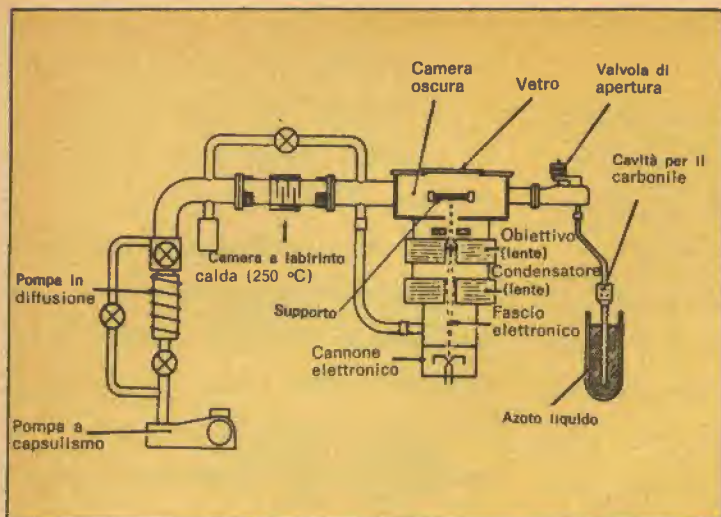

Fig. 5 - Apparecchiatura a fascio elettronico studiata dai tecnici del Royal Radar Establishment per ottenere la deposizione da vapori di carbonile.
nicelcarbonile per ottenere collegamenti di nichel ed il cromocarbonile per ottenere collegamenti di cromo. Nella *fig. 5* è presentata un'apparecchiatura sperimentale destinata allo scopo. In questo caso il calore presente nel fascio è usato per ottenere la scomposizione del vapore di carbonile alla superficie dello strato che fa da supporto. Per depositare i collegamenti, secondo il disegno del circuito, si può usare la deflessione magnetica. Attualmente questi collegamenti sono dell'ordine di  $5 \mu$  di larghezza, ma controllando la potenza ed aumentando la focalizzazione del fascio dovrebbero essere possibili collegamenti molto più sottili. Sfortunatamente il vapore di carbonile è assai velenoso e per di più è incolore ed inodoro, di modo che per rendere sicuro l'uso dell'apparecchio si devono inserire tra la pompa di diffusione e la camera di
Effettuate quindi i collegamenti dell'attacco per la batteria e degli altri elementi fissati alla scatola. Montate il circuito stampato su due distanziatori filettati, come è illustrato nella *fig. 5* e collegate ad esso i fili provenienti dall'antenna, dagli interruttori e dalla batteria. I punti A, B, C e D sul circuito stampato (*fig. 2*) indicano dove devono essere effettuati questi collegamenti.
**Fig. 5 - Dopo aver montato il circuito stampato e la batteria nella scatola, incollate nella parte interna del coperchio un pezzo di gomma spugnosa dello spessore di 6 mm in modo che preme sulla batteria mantenendola al suo posto.**